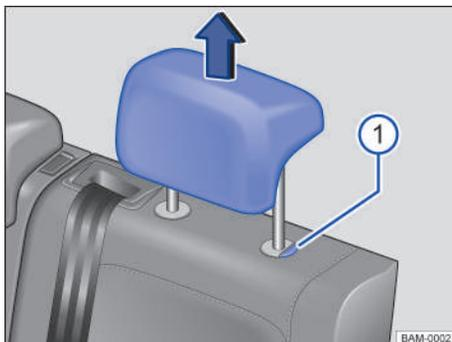

Fig. 69 Apoyacabezas traseros: desmontar.
- Retirar el apoyacabezas con el botón → fig. 69 ① presionado.
- Empujar hacia abajo el apoyacabezas con el botón → fig. 69 ① presionado.